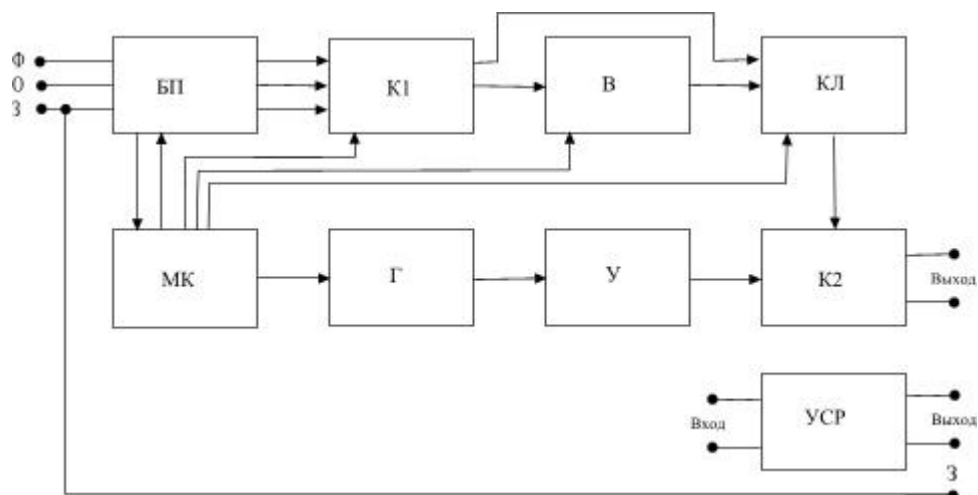

Рис.1
4.1 Структурная схема испытательного генератора ИГВ 16.1 представлена на **рис.1**.